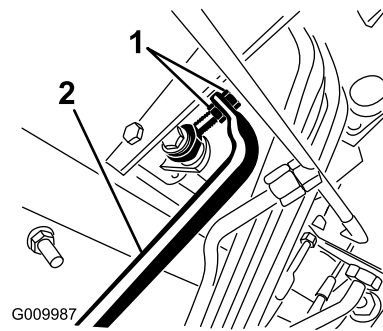

図 67
4. 前への動きを止めたい場合は、ポンプロッドの端部にあるジャムナットを回してポンプコントロールチューブ 図 67 を前へ動かす。後への動きを止めたい場合は、後へ動かす。